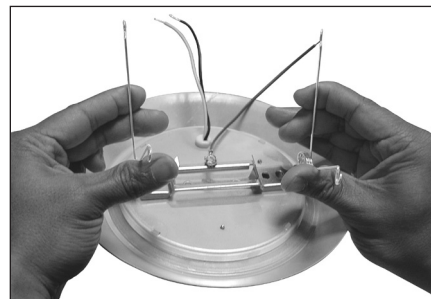

Figura 5
2. Presione la tira con los resortes de vuelta en el accesorio (ver Figura 5).